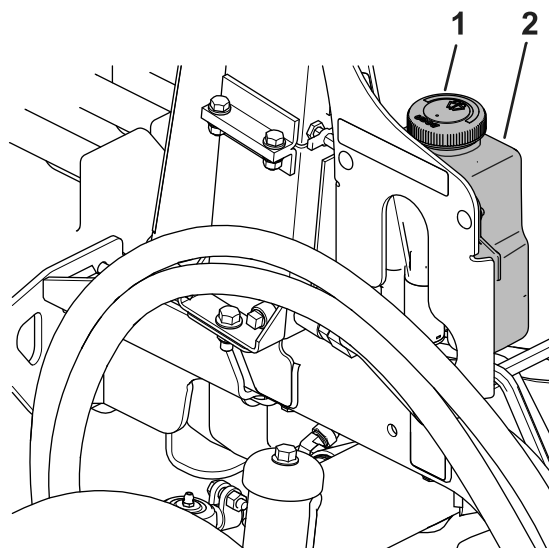

Bild 91
1. Entfernen Sie den Deckel (**Bild 91**) vom Flüssigkeitsbehälter.